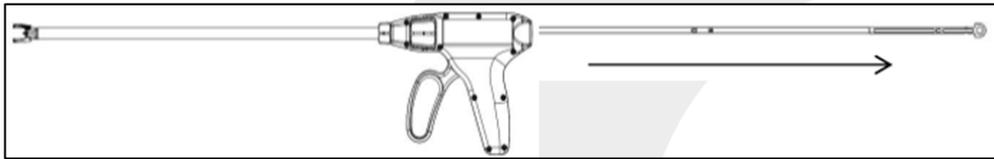

Figura 5 – Remoção do cartucho: puxar na direção mostrada na imagem
- Quando garantir que não há cliques na ponta do cartucho, segure a região com os furos circulares atrás do cartucho (não é necessário apertar o gatilho), puxe-o para fora do aplicador, conforme mostra a Figura 5, e descarte-o.